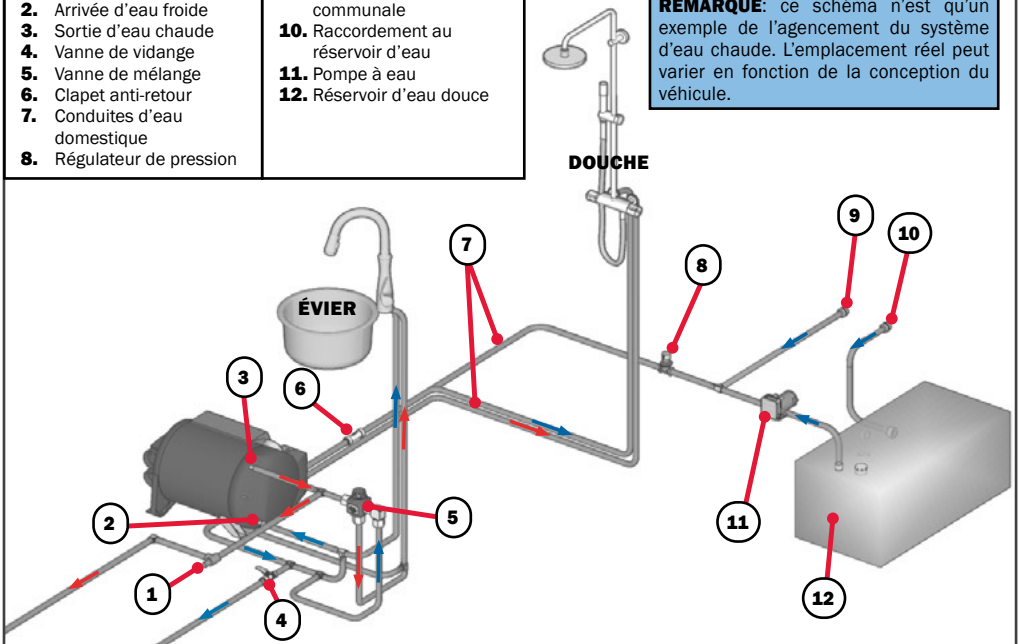

Figure 24
- Le clapet anti-retour (n° 6 Figure 24) doit être installé dans le bon sens.